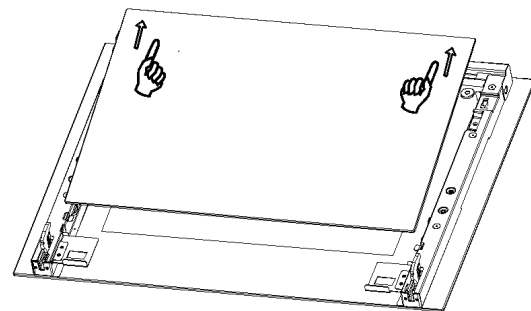

Figure 10
2. Comme indiqué à la Figure 10, extraction latérale, verre médian, et terminer le démontage.